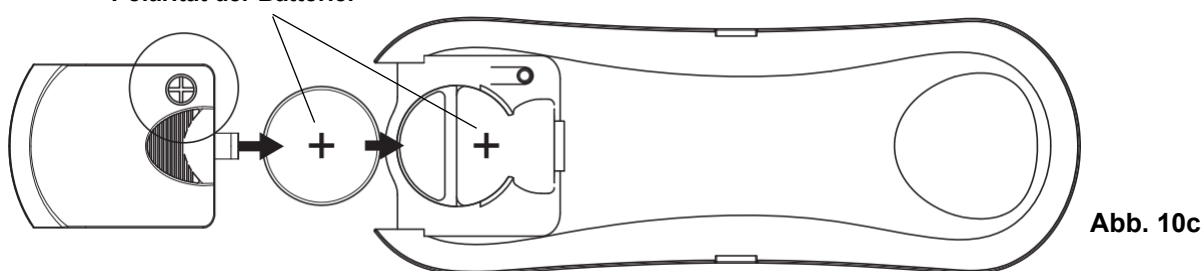

Abb. 10c
3. Setzen Sie die neue 3V DC-Batterie vom Typ CR2032 in das Fach ein. Bitte achten Sie auf die richtige Polarität der Batterie. (Abb. 10c)